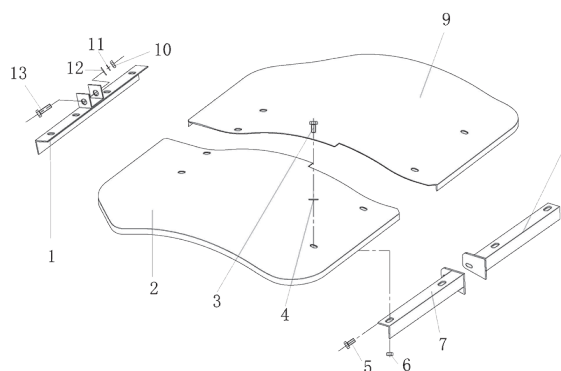

рис.4
(см.рис.4)
- прикрутить переднюю (рис.4 поз.1) планку к основанию болтом;
- защитные кожухи (рис.4 поз.9) и задние планки (рис.4 поз.7 и 8), совместив крепёжные отверстия, прикрутить четырьмя болтами (по две на кожух) к основанию;